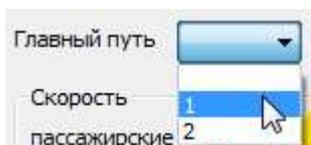

Рис.168. Выбор пути действия предупреждения.
6. Для многопутных перегонов в поле «Гл. путь» установить номер пути, по которому действует предупреждение (см. рис. 168).